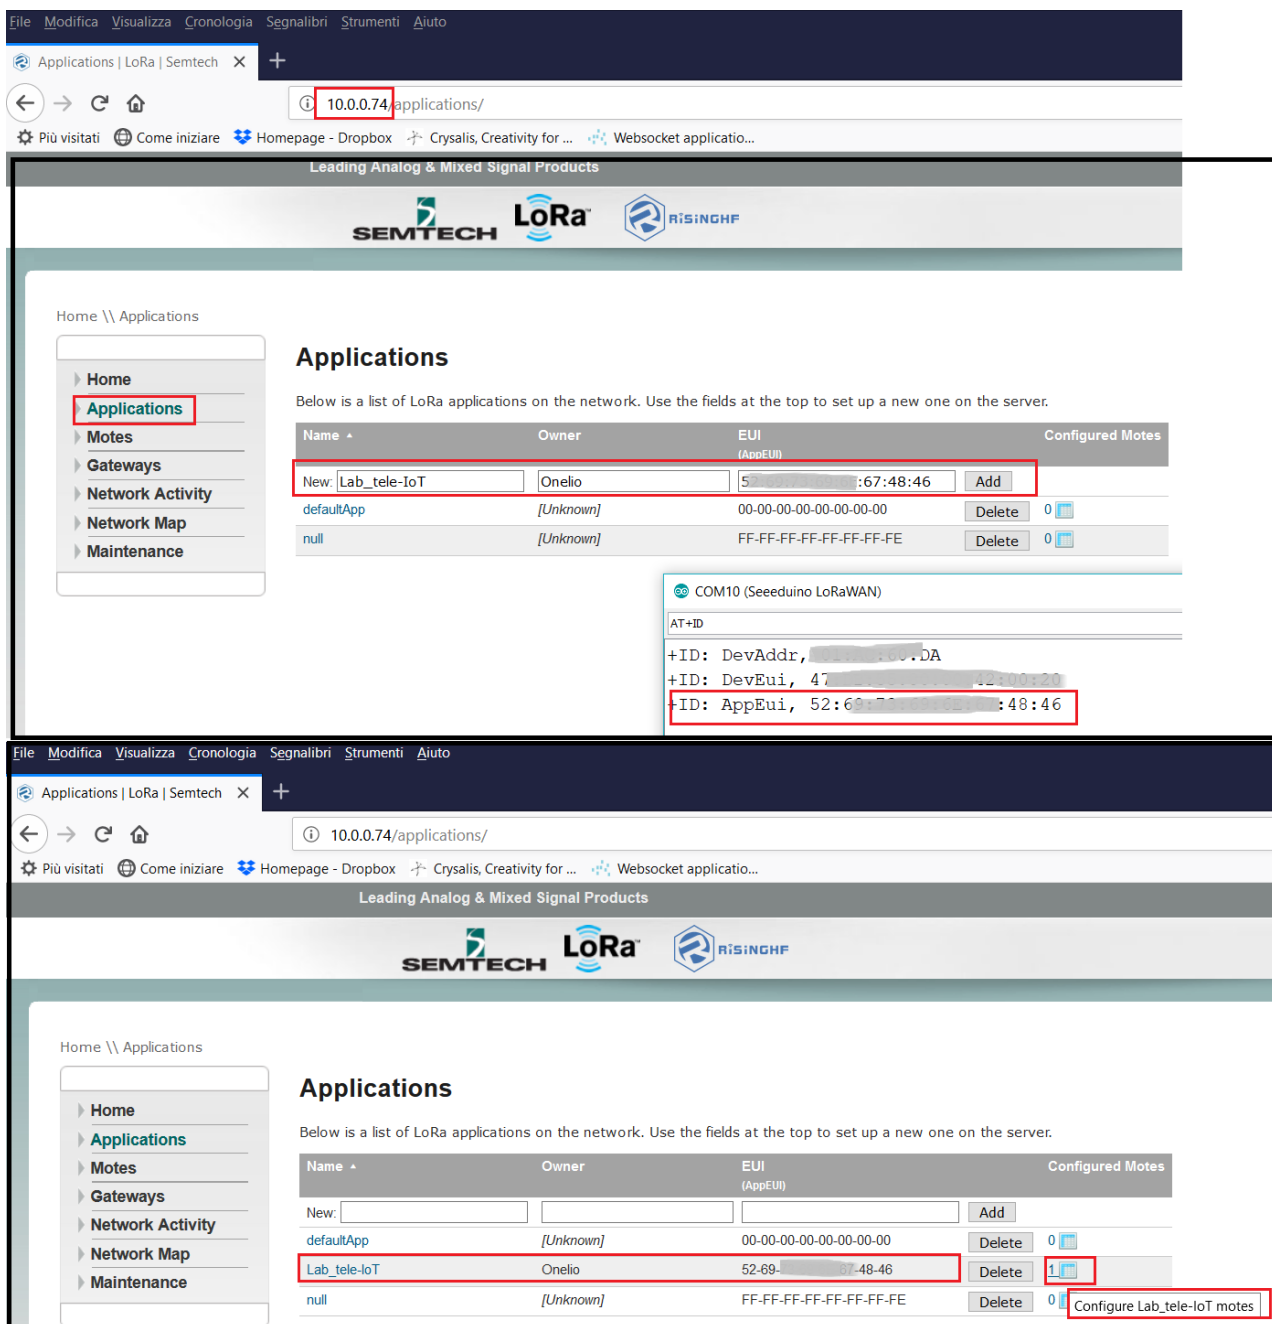

FIGURA 12 Network server integrato nel gateway Raspberry Pi
5. Per una prima prova è possibile utilizzare il *network server* integrato in Raspberry Pi (FIGURA 12): si rileva l'indirizzo IPv4 assegnato a Raspberry Pi e da un browser si digita l'indirizzo stesso (nell'esempio il 10.0.0.74)
- *AppEui* visualizzata (FIGURA 12) con i comandi AT.